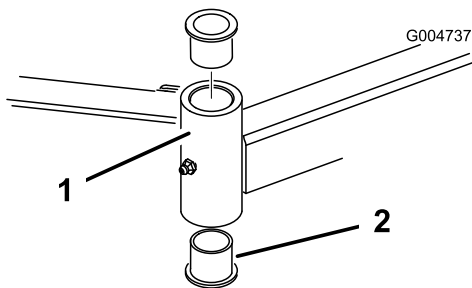

Figure 85
4. Insérez un chasse-goupille dans le haut ou le bas du tube de montage et chassez la bague hors du tube (Figure 85).